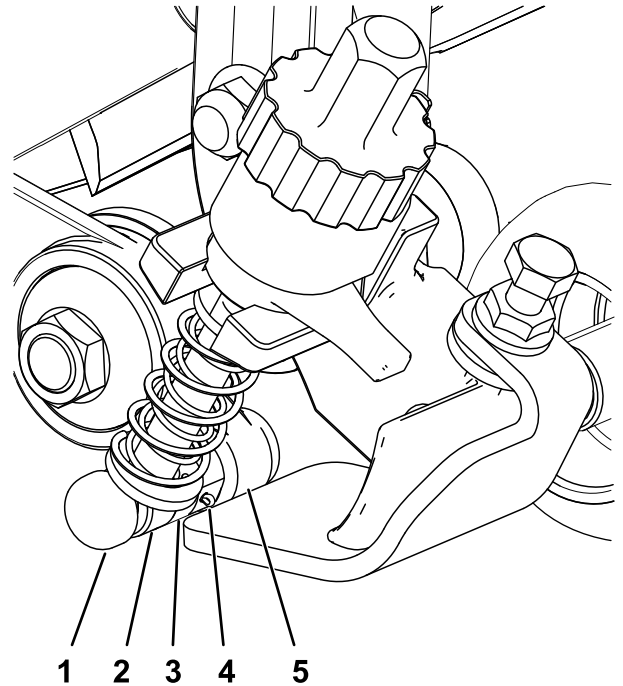

图12
3. 在怠轮总成侧，将剪草高度支架的调整臂杆与怠轮总成上的调节环对准，然后用调节销和开口销固定（图12）。